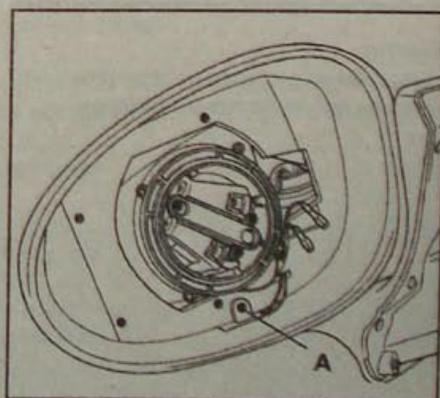

Рис. 14.14. Расположение винта (A) крепления датчика наружной температуры
- Отверните винт (A, рис. 14.14) и извлеките датчик температуры из его гнезда.